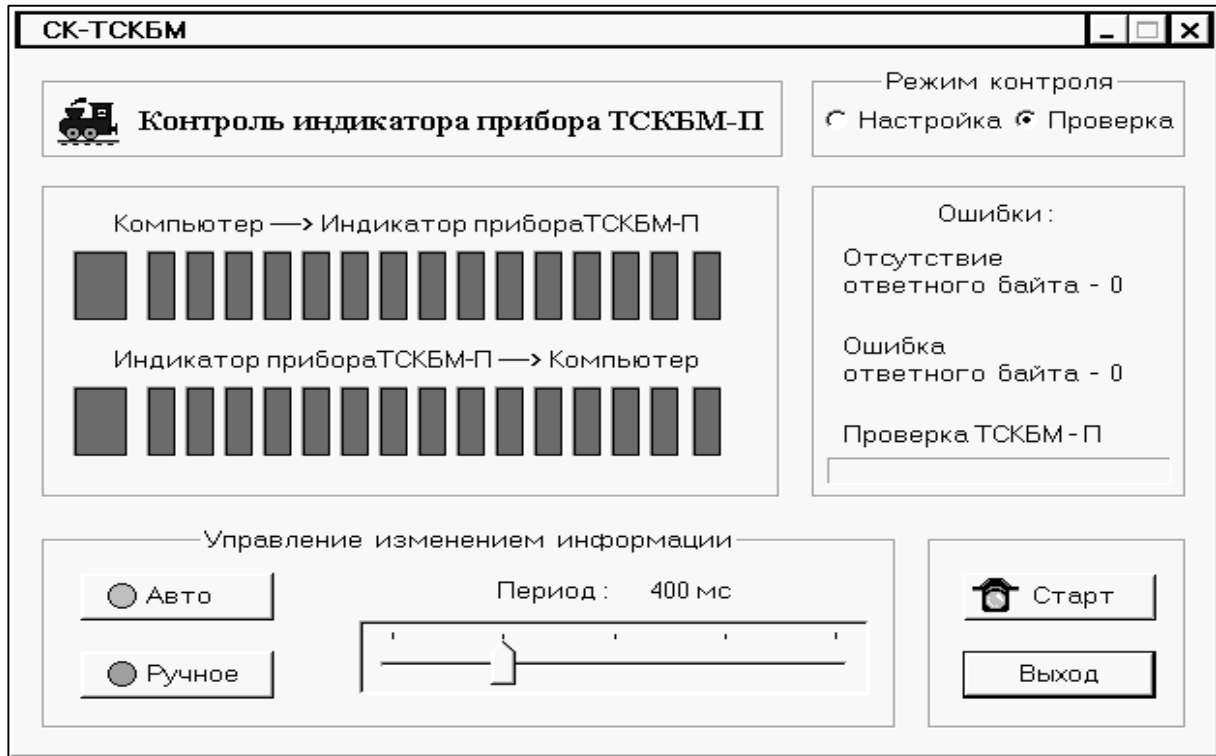

Рисунок 2.11 - Панель контроля индикатора прибора ТСКБМ-П.
- в) Загляните в смотровую щель 16 блока ТС-ТСКБМ и убедитесь, что синхронно с индикаторами на панели контроля (рисунок 2.11) загораются индикаторы ТСКБМ-II.